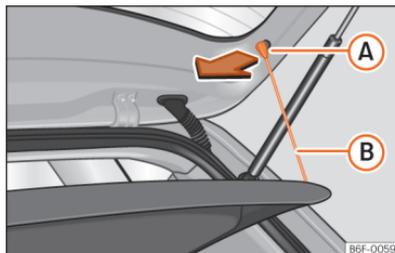

Fig. 166 Na bagageira: desmontar e montar a chapeleira.
- Desengate os tirantes de fixação »» Fig. 166 **B** dos alojamentos **A**.
- Engate os tirantes de fixação »» Fig. 166 **B** na porta da bagageira.